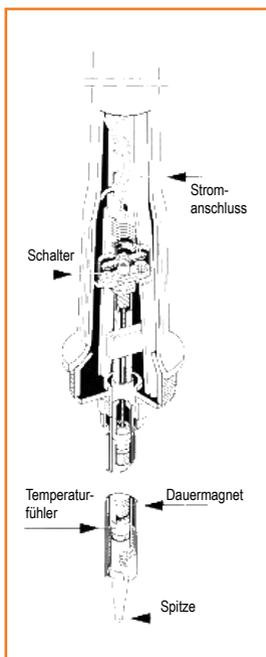

Bild 1. Aufrisszeichnung des Magnastat-Lötkolbens (Zeichnung: Weller).
Bild 1 zeigt den inneren Aufbau des Lötkolbens. Die Lötspitze (1) ist fest mit einer Metallkappe (2) verbunden, die den Temperaturfühler dieses Systems darstellt. Die Kappe ist ferromagnetisch und zieht im kalten Zustand einen Dauermagneten (3) an. Über eine Schubstange wird die Bewegung auf eine Kontaktbrücke (4) übertragen, die den Heizstrom (5) einschaltet.